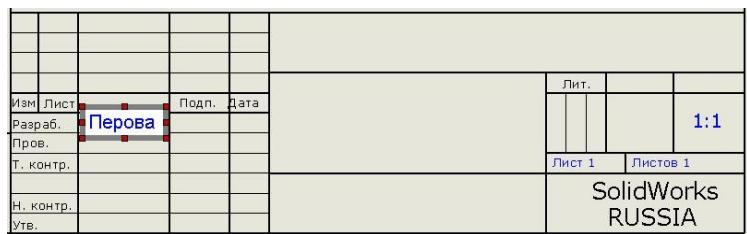

Рис. 64
8. Нажмите Ok. Текст заметки принял значение свойства документа Разраб. - «Перова» (Рис. 64).